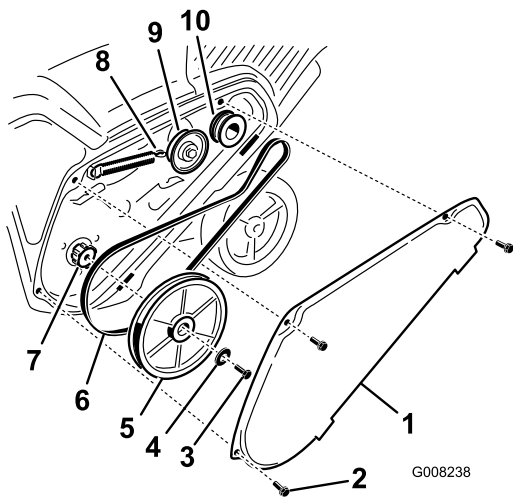

Figure 28
1. Enlevez le couvercle de la courroie d'entraînement après avoir retiré les 3 boulons comme montré à la Figure 28.
2. Décrochez le ressort de frein du bras de la poulie de tension pour détendre la courroie (Figure 28).
3. Enlevez la vis et la rondelle bombée qui retiennent la poulie de rotor (Figure 28).
4. Retirez la poulie de rotor et la courroie d'entraînement (Figure 28).
Remarque: Acheminez la courroie neuve autour de la poulie du moteur, puis de la poulie de tension, et enfin autour de la poulie de rotor desserrée, située juste au-dessus de l'arbre de rotor (Figure 28).
6. Montez la poulie de rotor sur l'arbre de rotor (Figure 28).
7. Montez la rondelle bombée et le boulon de fixation de la poulie de rotor, et serrez-les solidement (Figure 28).